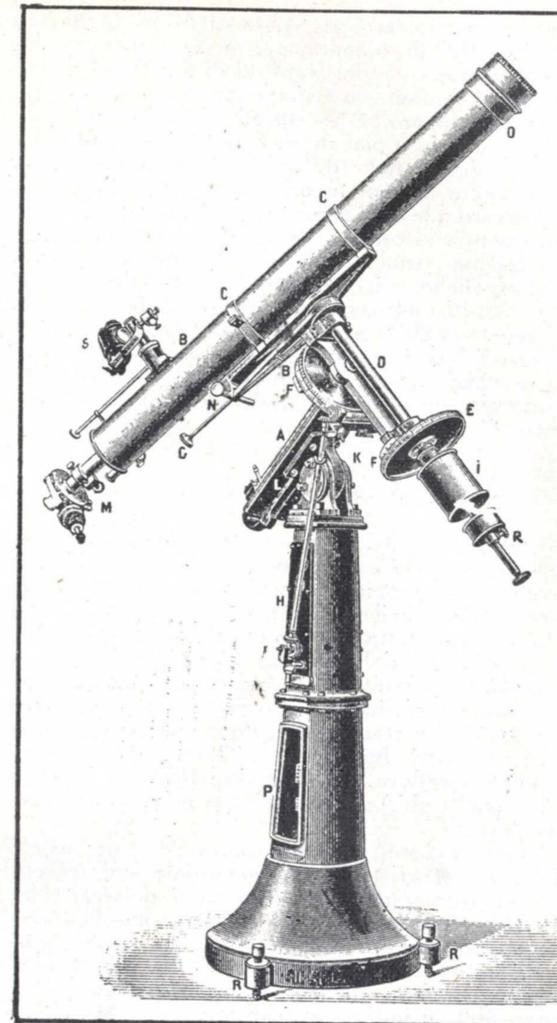
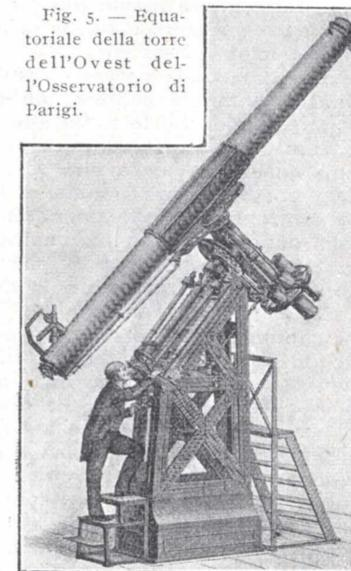

Fig. 3. — Montatura equatoriale a latitudine variabile, e movimento d'orologeria con Regolatore Foucault.
Fig. 5. — Equatoriale della torre dell'Ovest dell'Osservatorio di Parigi.
L'equatoriale rappresentato nella fig. 3 si compone, come del resto tutti gli altri, di un *asse detto orario* *A* fissato sulla piastra *L* mediante due cuscinetti; esso è diretto secondo l'asse del mondo intorno al quale tutto lo strumento può girare. Alla sua estremità superiore si osservi un altro *asse, D*, detto di *declinazione*, pure sostenuto sopra una piastra mediante altri due cuscinetti; sotto questa piastra, e fisso com'essa all'asse *A*, vedasi il *circolo orario* *B* parallelo all'equatore celeste. Serve a misurare gli angoli formati dai meridiani passanti per gli astri osservati ed il meridiano del luogo, detti *angoli orari*; è diviso in 24 ore (2); ha uno o due vernieri, *F*; possiede una dentatura che riceve il movimento da quello d'orologeria *P* (situato nel piede dell'istrumento) mediante una vite perpetua e lo stelo *H*. Detto movimento permette all'istrumento, regolato da apposite manopole, di seguire i corpi celesti. Il movimento di orologeria, oppure *motore*, per essere buono, richiede una accurata costruzione che lo renda un istrumento di precisione assai delicato. Il movimento regolare è dovuto a Foucault che, applicandovi il suo *regolatore*, il cui *isocronismo* è quasi perfetto, permise di ottenere una marcia regolarissima per più ore. Naturalmente lo dovette modificare. Vi apportarono perfezionamenti il fisico Ivon Villarceau ed altri
(1) Per l'invenzione del reticolo si fanno due nomi; quello di Huyghens nel 1659 e quello di Malvasia nel 1662.
(2) Come un orologio da 0 a 24 ore suddiviso in minuti (m.) di tempo, si ottengono i secondi (s.) pure di tempo coi vernieri.
per tal montatura, detta infatti all'inglese. Quel tipo fu poi modificato tanto in Germania che in Francia. Uno strumento fra i più belli del genere, che servì di modello per molti altri, è quello del celebre ottico e costruttore Secretan da esso stabilito nel 1860 all'osservatorio di Parigi (cupola ovest). Misura 32 c. per 5 m. (Vedasi la riproduzione a fig. 5). Il lettore, oltre al rendersi conto della sua eleganza, vedrà pure, grazie alle altre riproduzioni che accompagnano queste pagine, che i refrattori, grandi o piccoli, si assomigliano sempre, e sono, secondo le loro dimensioni, più o meno complicati. I grandi non sono trasportabili, la loro *latitudine* essendo *fissa* e quindi mancando della cerniera *K* (fig. 3).